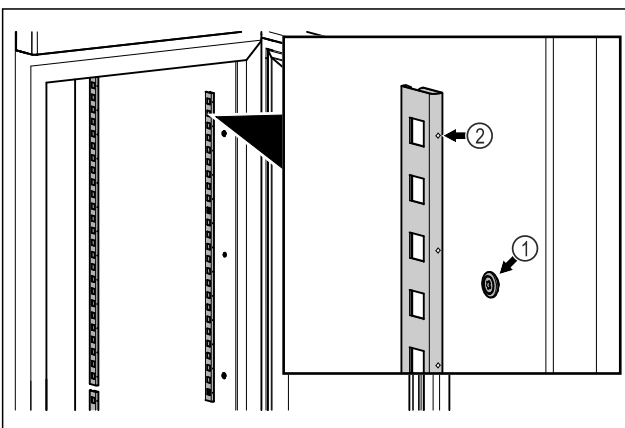

Fig. 17 Exempel
- ▶ Haka fast haklisterna i upphängningen Fig. 17 (1). Markeringen Fig. 17 (2) måste peka framåt.